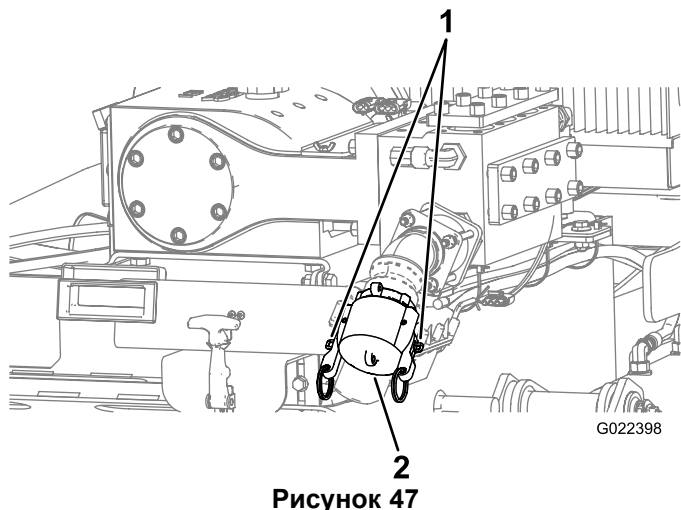

Рисунок 47
1. Поднимите рычаги с кулачковыми зажимами на впускной крышке насоса и снимите крышку (Рисунок 47).